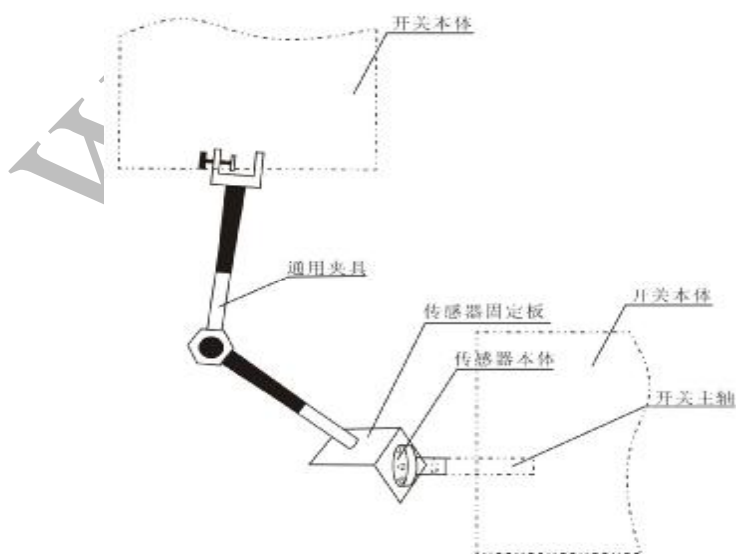

图 10 角位移传感器的固定
(1) 传感器安装在开关主轴上要确保安装稳固牢靠，保证同轴度即角位移传感器轴线与开关主轴轴线间的同轴度误差 $\leq 0.2\text{mm}$ 。将传感器本体固定在传感器固定板上，中间通过通用夹具固定到开关本体上，通用夹具角度可调（参考安装方式见图 10）。